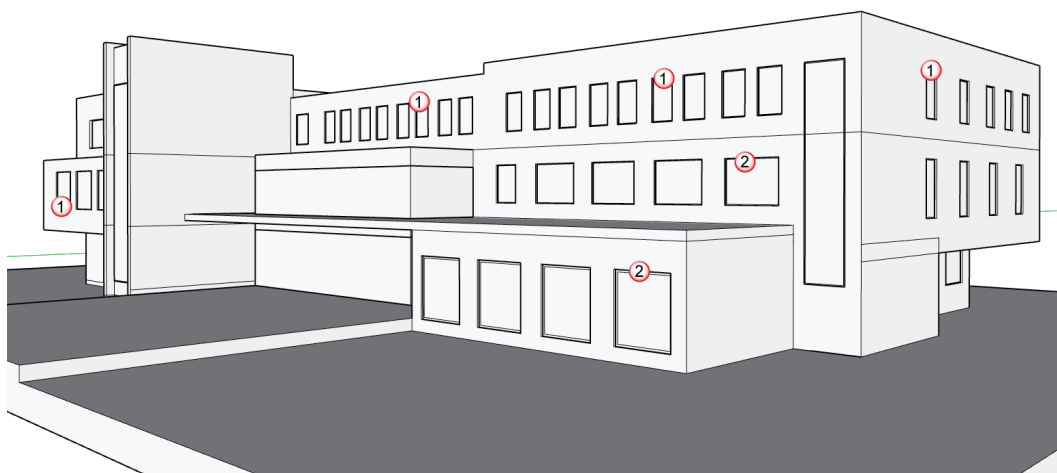
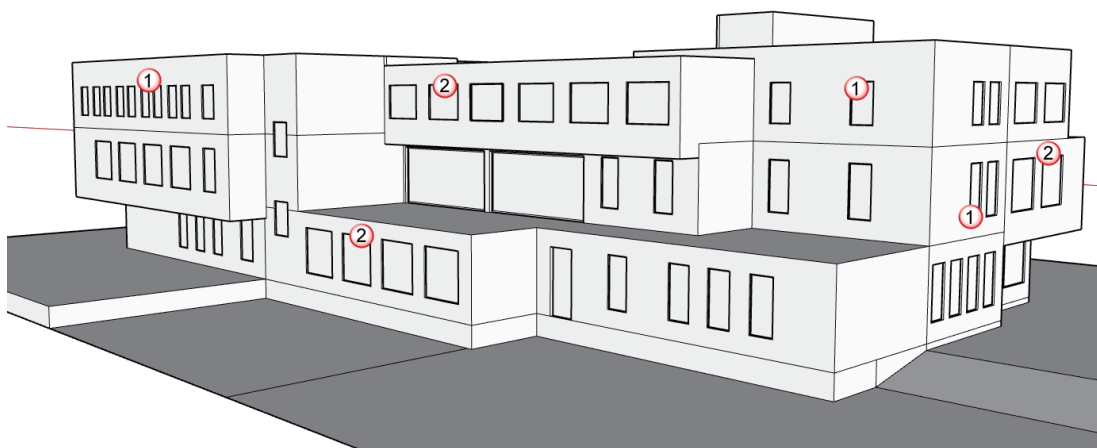

图 1.10 基本窗户分隔 1
图 1.11 基本窗户分隔 2
(1) 基本窗户分隔。使用“矩形”工具和“推/拉”工具, 绘制出窗户的分隔, 如图 1.10 和图 1.11 所示。窗宽尺寸分别为 1200mm (图中①处) 和 2700mm (图中②处); 窗高尺寸见表 1.2 所示。向内推进的窗台厚度均为 100mm。